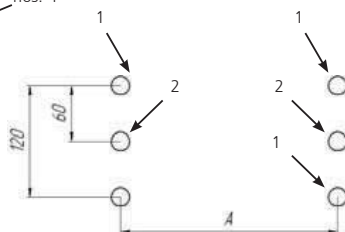

Рис. 4
- 4. Закрепить светильник на поверхности, с помощью винтов (в комплект не входят) (см. рис. 4 отверстия 2).
3. Закрепить светильник на потолке типа Армстронг (см. рис. 3) или потолке типа Грильято (см. рис. 4) с помощью винтов, гаек и шайб поз. 3, 4, 5.